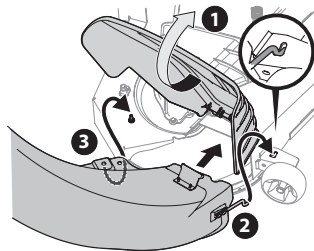

Figura 22
2. Levante el canal de descarga (1 en la Figura 22 de la plataforma y sosténgalo mientras ubica el canal de la embolsadora sobre la abertura del canal de descarga.
3. Inserte la varilla de montaje del canal de la embolsadora (2) en el orificio que se encuentra en el montaje de la rueda de la plataforma, como se ilustra en el recuadro de la Figura 22.
4. Pivotee el canal de la embolsadora hacia atrás hasta que el orificio en el canal de la embolsadora se alinee con el pasador de plataforma. Mueva el canal de la embolsadora para abajo hacia ese pasador, como se ilustra en el número 3 de la Figura 22.